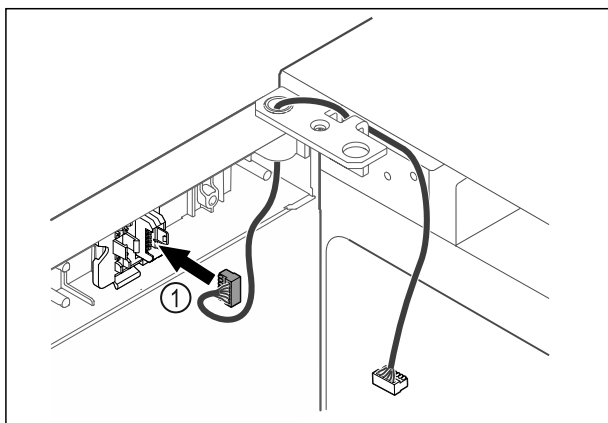

Fig. 42
- ▶ Sätt i kontakten Fig. 42 (1) i kontakthållaren.